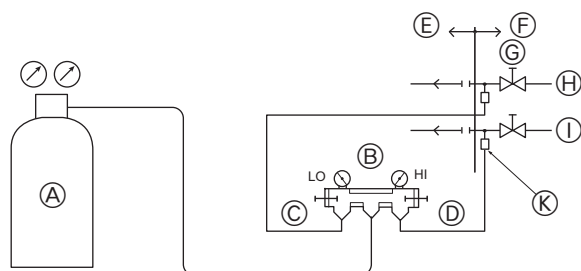

Fig. 5-11
① Test d'étanchéité à l'air (Fig. 5-11)